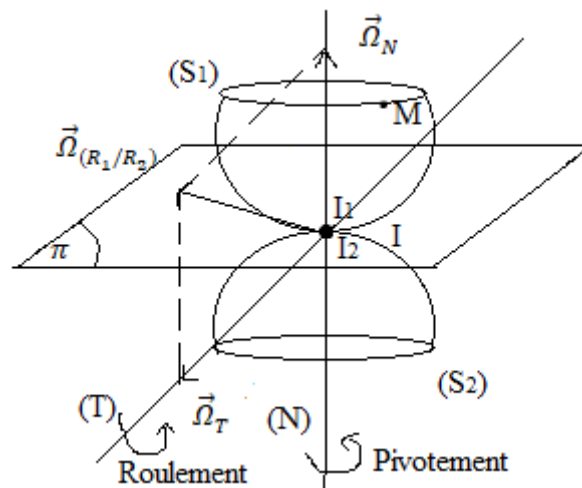

Figure IV.13
Soit (N) la normale et (T) la tangente au plan ( $\pi$ ) en (I), présentent dans la Figure IV.13.
Soit un point M appartenant à (S1) Figure IV.13 :